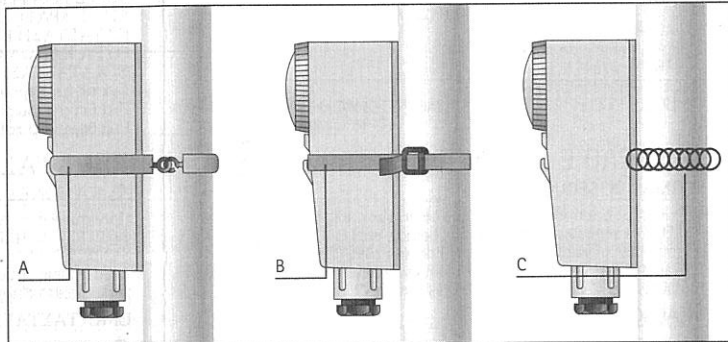

fig.4 - εικ.4
B) Verwijder het kapje van het voorwerp door eerst de regelknop (indien aanwezig) en vervolgens de schroef onder deze knop te verwijderen. Leid eerst de draden van de installatie door de draadleiders en verbind ze met het klemmenbord (fig.4) zoals aangegeven in de volgende paragraaf "Elektrische aansluitingen". Sluit het produkt weer met het kapje, draai het schroefje weer aan en bevestig de regelknop (indien aanwezig)
B) Desmonte la tapa del aparato, extrayendo antes el botón de regulación y luego el tornillo colocado debajo del mismo botón. Lleve los hilos del aparato por el correspondiente pasacables y conéctelos en la regleta de bornes (fig.4) como se indica en el punto siguiente "Conexiones eléctricas". Vuelva a fijar el aparato mediante el tornillo y posicione nuevamente el botón de regulación.